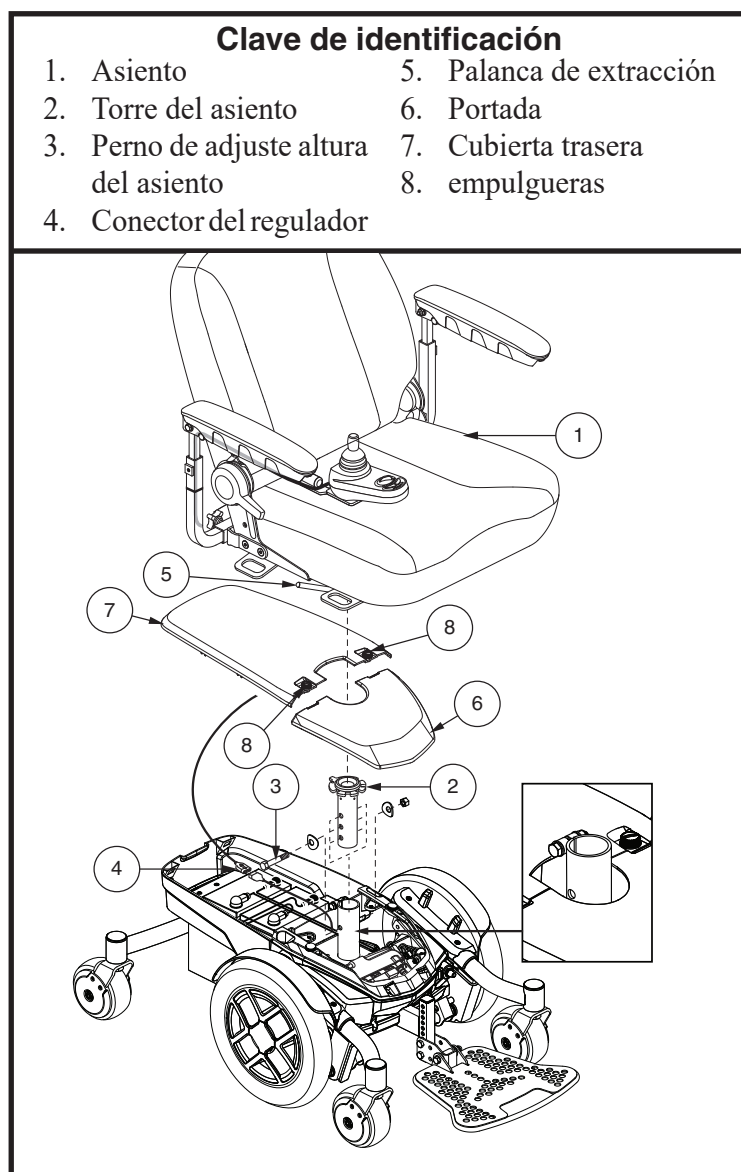

Figura 12. Ajuste de la altura del asiento
3. Desconecte el regulador de la base eléctrica. Ver figura 12.
4. Mueva hacia abajo la lengüeta de seguridad. Ver figura 12.
7. Afloje el equipo por detrás de la torre del asiento. Ver figura 12.
8. Quite el perno de ajuste de altura, las arandelas y tuercas de la torre del asiento. Ver figura 12.